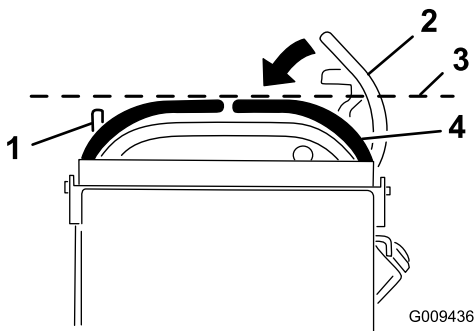

Bild 75
3. Drücken Sie die Fahrtriebshebel nach unten und außen aus der ARRETIERTEN NEUTRAL-Stellung (**Bild 75**).
4. Prüfen Sie, ob der rechte Fahrtriebshebel mit dem linken Fahrtriebshebel horizontal eingestellt ist (**Bild 75**).